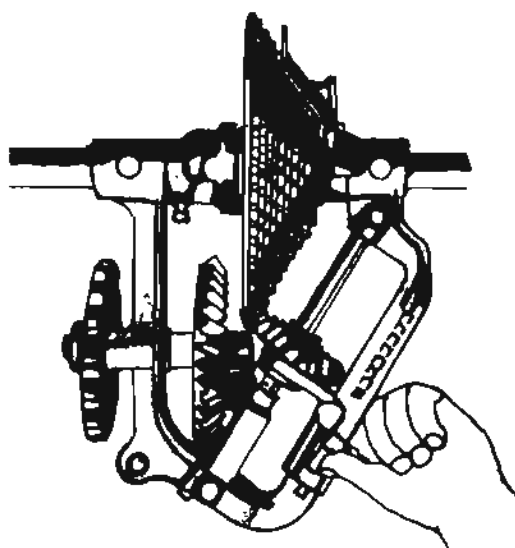

Fig. 2
- Cambiando la velocidad a que gira el alimentador. (Fig. 2)
Para cambiar la velocidad de las ruedas alimentadoras, se emplea un engrane múltiple especial. Consiste éste esencialmente en un disco o cono provisto de una serie de anillos o dientes concéntricos dispuestos (fig. 2) sobre una superficie circular. Observe que el anillo externo tiene muchos más dientes que el anterior.